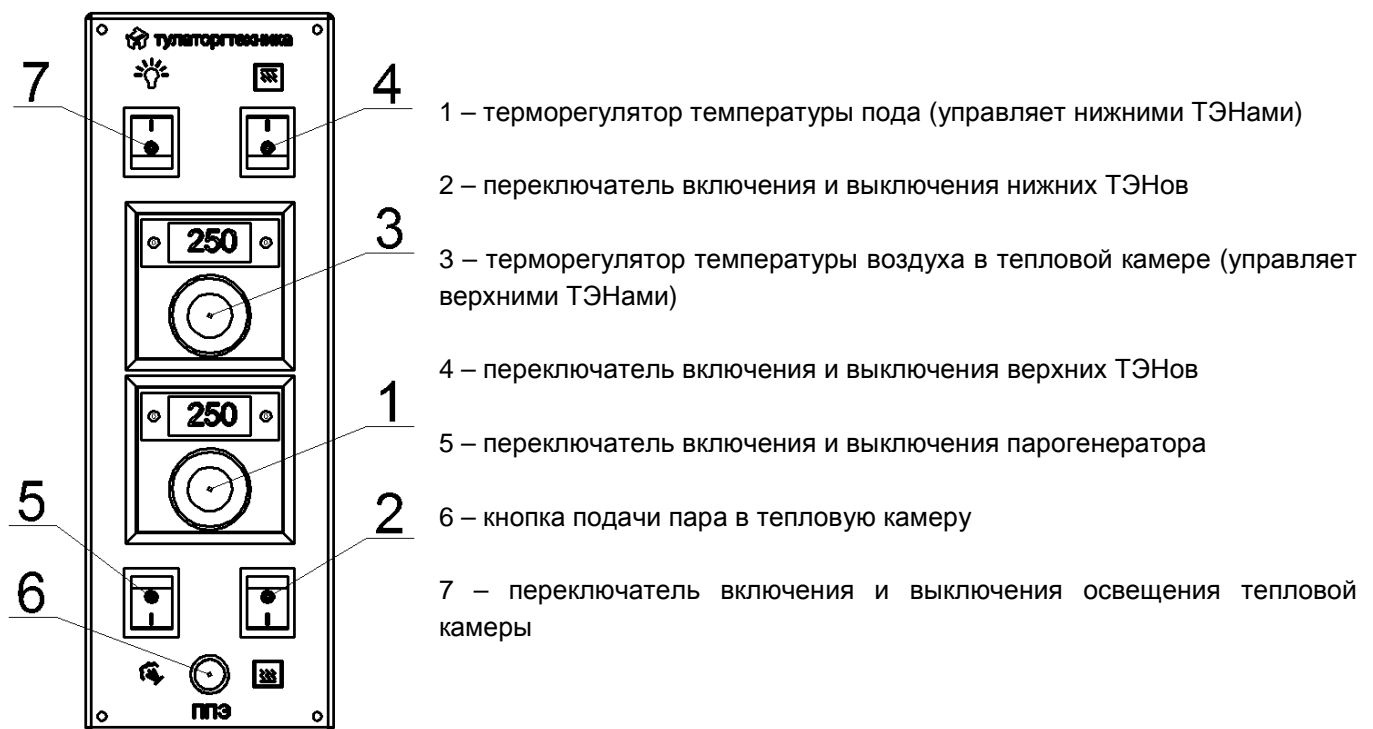

Рис.2
Для использования пара в процессе выпечки, необходимо включить парогенератор переключателем 5 (рис.2) – далее по тексту «переключатель 5». После включения парогенератора, кнопка подачи пара 6 (рис.2) – далее по тексту «кнопка 6», будет мигать 8 раз и, после паузы 10 секунд, продолжит мигать непрерывно, что указывает на работу парогенератора в режиме нагрева. Время нагрева парогенератора до рабочей температуры, после включения, составляет ≈ 25...30 минут, в это время подача пара в камеру невозможна.
Режимы работы кнопки подачи пара (рис.2, поз.6)
В любой момент времени, Вы можете отключать и включать нижние или верхние ТЭНы клавишами 2 и 4, рис.2.
Для образования, в конце процесса выпечки, «корочки» на поверхности заготовок, возможно использовать верхние ТЭНы в режиме «гриль» - для этого выключите нижние ТЭНы клавишей 2 (рис.2), установите на лимбе терморегулятора 3, рис.2 температуру $300 \dots 350^{\circ}\text{C}$, включите клавишу 4 (рис.2) и дайте верхним ТЭНам поработать до образования на заготовках «корочки» необходимого цвета.
9.3 Установите на лимбах терморегуляторов (поз.1 и 3, рис.2) температуру, предусмотренную технологией приготовления продукта.
9.4 Включите клавишами (поз.2 и 4, рис.2) необходимые Вам ТЭНы, а клавишей (поз.5, рис.2) включите парогенератор.
9.7 На нужном Вам этапе подайте пар в тепловую камеру печи, нажав на кнопку (поз.6, рис.2).
9.9 После окончания работы выключите клавишами (поз.2, 4 и 5, рис.2) нижние и верхние ТЭНы и парогенератор, отключите автоматические выключатели и перекройте перекрывающий вентиль или шаровой кран на линии подключения парогенератора к системе водоснабжения.
10.4.1 Термодатчик терморегулятора (поз.1, рис.2) нижних ТЭНов установлен непосредственно в подовый камень, со стороны дверки. Для демонтажа подового камня необходимо:
3. Отсоединить провод термодатчика от контактов терморегулятора (поз.1, рис.2)
10.4.4 Термодатчик терморегулятора (рис.2, поз.3) верхних ТЭНов установлен в верхней части тепловой камеры, справа. Что бы снять термодатчик, необходимо отогнуть фиксатор провода термодатчика и аккуратно удалить его из камеры через отверстие в верхней части правой боковой стенки камеры. Для доступа к фиксатору провода верхнего датчика необходимо снять правую панель (поз.6, рис.1 или рис.1.1), вывернув 4 винта.